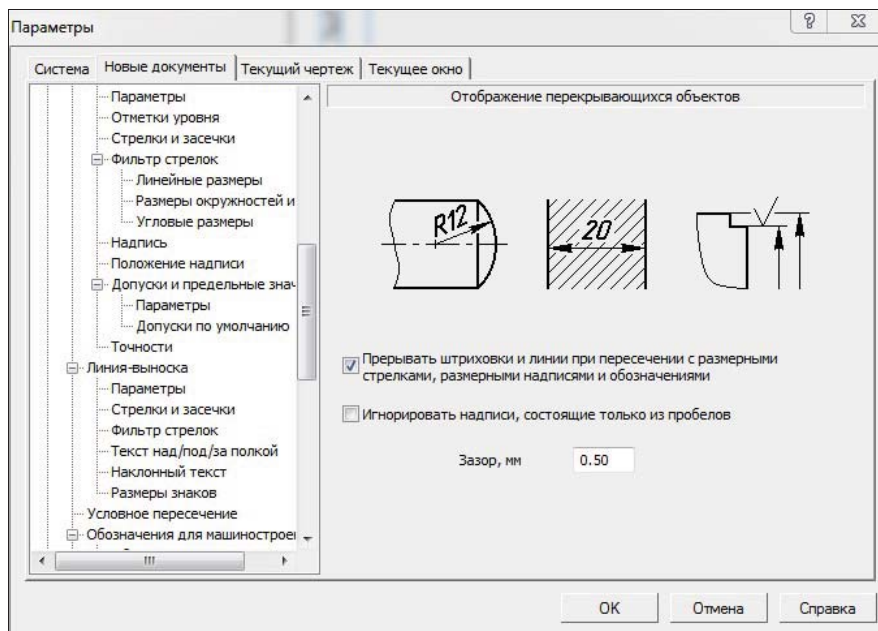

Рис. 17.31. Диалоговое окно **Параметры** с открытой панелью **Отображение перекрывающихся объектов**
- ◆ выделите пункт **Перекрывающиеся объекты** — в правой части появится панель **Отображение перекрывающихся объектов**, показанная на рис. 17.31. На этой панели задайте такие настройки: